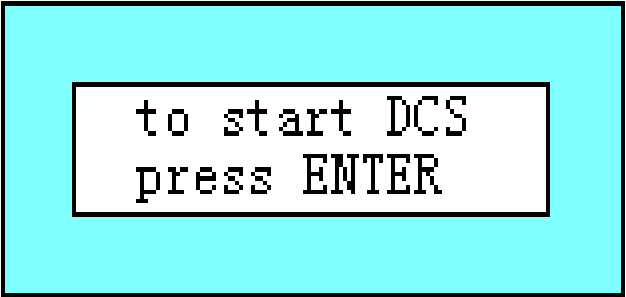

图 6
2.18.5 用服务器输入 M-1-3-5，服务器显示，见图 6